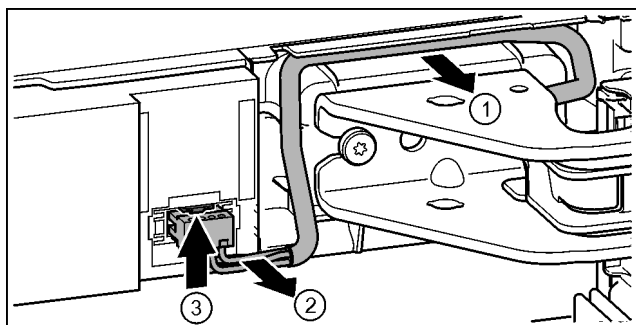

Fig. 23
- ▶ Kabel preko ležajnega podstavka previdno sprostite iz vodila. Fig. 23 (1)
- ▶ Kableske pramene previdno povlecite iz kanala. Fig. 23 (2)
- ▶ Spono potisnite navzgor in vtič previdno izvlecite. Fig. 23 (3)